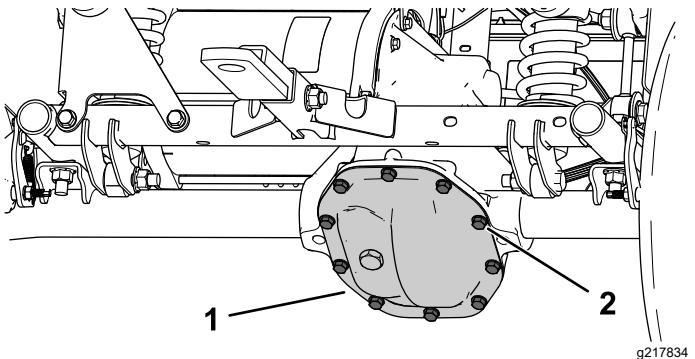

Figura 55
2. Retire os parafusos da cobertura da transmissão e drene completamente o fluido (Figura 55).
1. Aline um recipiente de escoamento com a cobertura da transmissão (Figura 55).